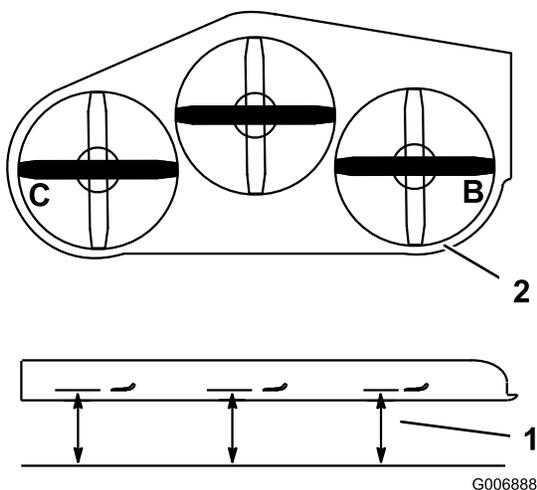

Figura 94
- Meça nas localizações **B** e **C** desde uma superfície nivelada até à aresta de corte das pontas das lâminas (Figura 94).